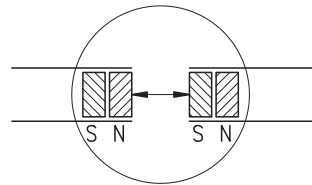

Abb. 9: Ermittlung der Polarität. Ansetzen des Magnetbandes
- Vor dem Ansetzen die Polarität überprüfen. Die beiden Enden müssen sich anziehen (ggfs. Kompassnadel benutzen). Falls gleiche Polarität, ein Band um einen halben Polabstand kürzen (Abb. 9).